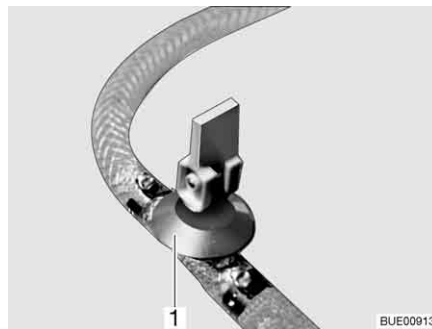

Bild 128 Ablasshahn
- Ablasshahn/Ablasshähne schließen. Dazu den Kipphebel (Bild 128,1) waagrecht stellen.
- Ablasshahn/Ablasshähne (Bild 128) öffnen. Dazu den Kipphebel (Bild 128,1) senkrecht stellen. Der Boiler wird nach außen entleert.